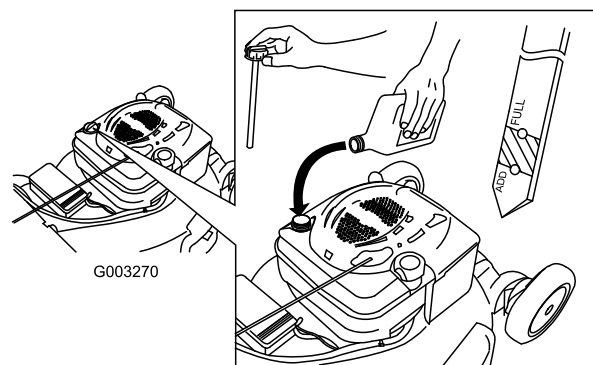

Figura 38
4. Versate **lentamente** l'olio nel tubo di riempimento finché non raggiunge il segno di pieno sull'asta (Figura 38). **Non riempite troppo.** (Riempimento massimo: 0,59 litri, tipo: olio detergente SAE 30 con service classification API SF, SG, SH, SJ, SL o superiore.)